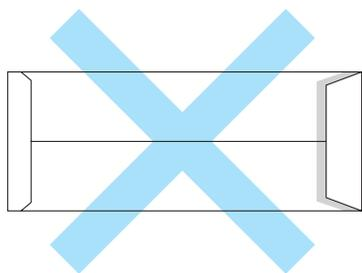

Figura 1-7
- com abas idênticas às indicadas na Figura 1-7